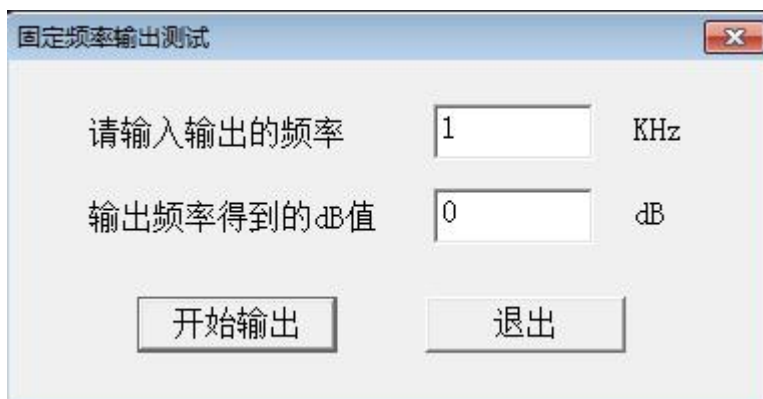

图 24
1.3.4 固定频率输出测试，选择此项目后，打开一个要求输入输出频率的对话框，如图 24。选择“开始输出”将显示输出后得到的 dB 值，这个功能主要用来提供外部仪器检测 MSBR-II 变压器绕组变形测试仪的频率和幅值的精确度。